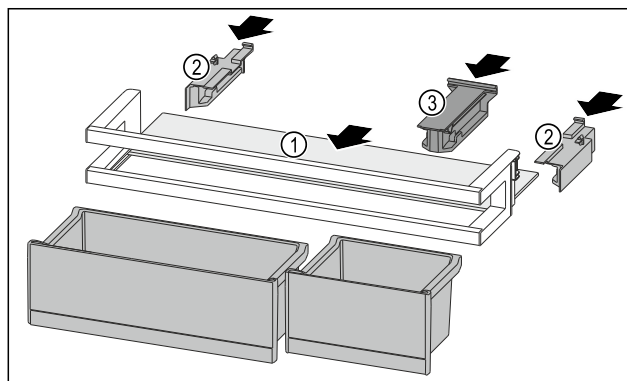

Fig. 95
- ▶ Împingeți în interior raftul Fig. 95 (1) în degajările laterale.
- ▶ Introduceți piesele laterale Fig. 95 (2).
- ▶ Introduceți piesa de susținere Fig. 95 (3).